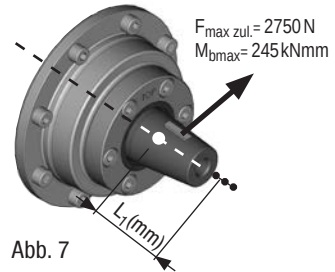

Abb. 7
- Die durch die Riemen Spannung aufgebrachte Kraft am Kraftangriffspunkt (Mitte Wellenkonus, siehe Abb. 7) darf $F_{\text{max zul.}} = 2750 \text{ N}$ nicht überschreiten.
- Verschiebt sich der Kraftangriffspunkt nach vorne (siehe Abb. 7, kleine Punkte), verkleinert sich die Kraft $F_{\text{max zul.}}$ nach folgender Formel: